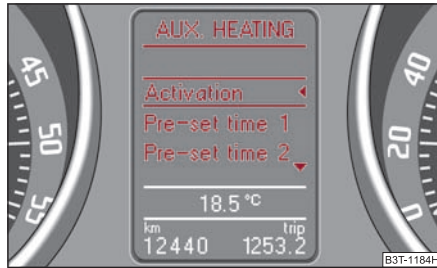

Fig. 130 Display-ul cu informații: Aux. heating (încălzirea în staționare)
- În meniul **Aux. heating (încălzirea în staționare)** ⇒ fig. 130 selectați meniul **Weekday (ziua săptămânii)** și reglați ziua actuală.